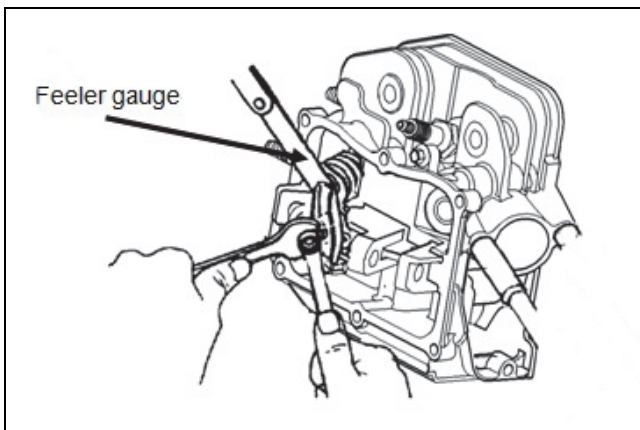

Figure 4-6. Réglage du jeu des soupapes
1. Tenez le pivot du culbuteur à l'aide d'une clé et desserrez l'écrou de blocage (figure 4-6).